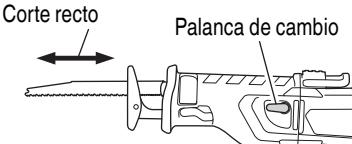
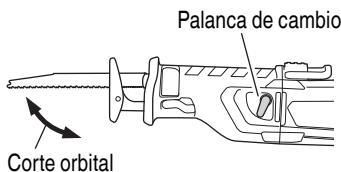

Fig. 10
Fig. 11
Por un lado el corte recto, en el cual la hoja de sierra se mueve linealmente, y el segundo es el corte orbital, en que la hoja de sierra se mueve hacia arriba y hacia abajo, y hacia detrás y hacia delante. (Fig. 10, 11)
El corte orbital puede realizarse eficientemente dado que la hoja de sierra muerde el material con firmeza (Fig. 10).
- (3) Utilice el cuadrante para ajustar la velocidad de la hoja de sierra a los materiales y a otras condiciones de trabajo.
- (4) Podrá cortar con suavidad si ajusta la posición de la palanca de cambio a corte recto. (Fig. 10)
- (2) Podrá cortar con eficiencia si ajusta la velocidad de la hoja de sierra a «6» de la escala del cuadrante.
- (3) Para cortar con eficiencia, se recomienda ajustar la posición de la palanca de cambio a corte orbital (Fig. 11). Alternativamente, podrá realizar cortes bien definidos si ajusta la posición de la palanca de cambio a corte recto (Fig. 10).